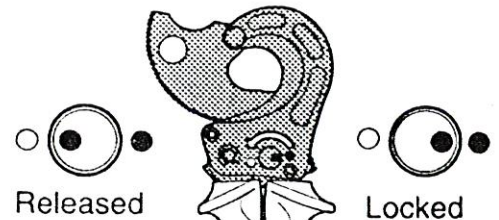

Fig. 3
1. Frikoppla handtaget genom att vrida spärrkammen ett halvt varv så att spärrkammens röda punkt står mot den gröna punkten på plattan (fig 3).
1. Release hand lever by turning locking knob half-way round until the red dot points to the green one on the cover plate (fig. 3).
1. Den beweglichen Handhebel entriegeln. Die Sperrwelle so drehen, daß der rote Markierungspunkt der Sperrwelle auf den grünen Punkt der Schneidplatte zeigt (Bild 3).